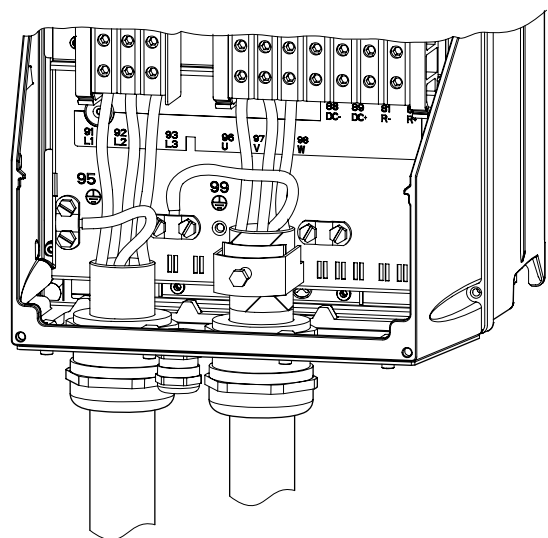

Рис. 18 Подключение питания и двигателя, корпуса С1 и С2
1. Подключите заземляющий провод к клемме 95 (PE). См. рис. 18.
1. Подключите заземляющий провод к клемме 99 (PE). См. рис. 18.
2. Подключите провода двигателя к клеммам 96 (U), 97 (V), 98 (W).